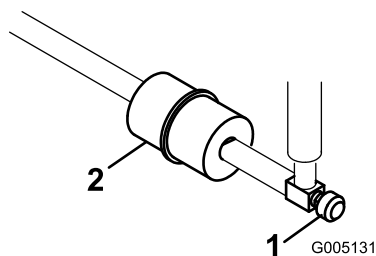

Рисунок 44
В топливном трубопроводе между топливным баком и карбюратором встроен проходной фильтр. (Рисунок 44).
1. Закройте топливный отсечной клапан, снимите хомут шланга на обращенной к карбюратору стороне фильтра и отсоедините от фильтра топливный трубопровод (Рисунок 44).
2. Подставьте под фильтр сливной поддон, снимите оставшийся хомут и снимите фильтр (Рисунок 44).